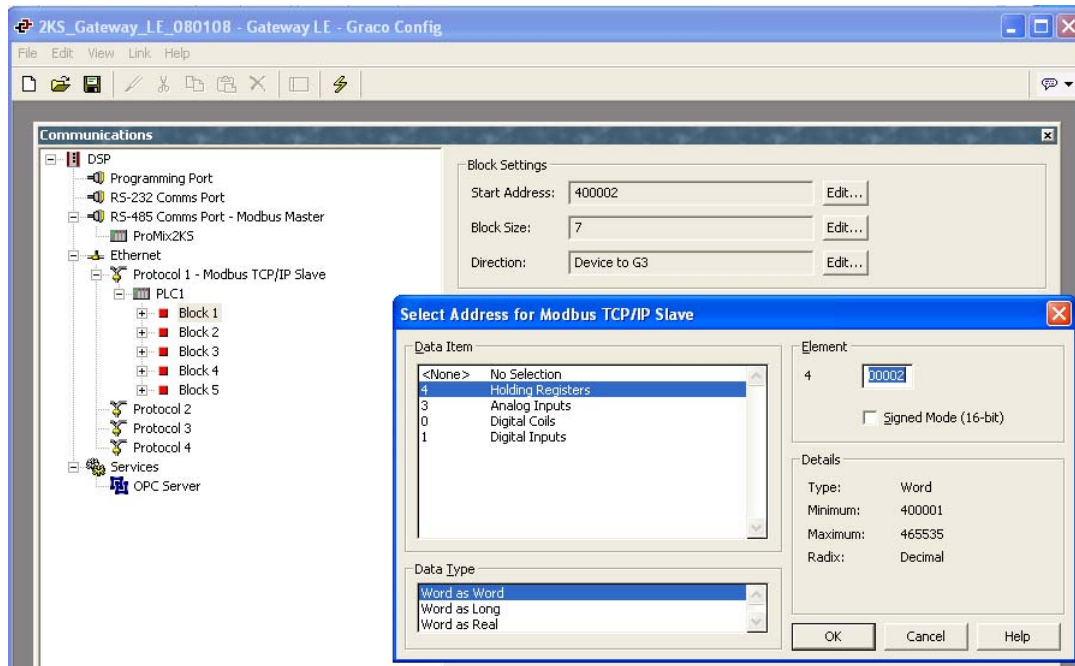

Рис. 23: Структурирование блоков Gateway
1. См. Рис. 23. Выберите блок, данные которого необходимо структурировать. Нажмите кнопку Edit («Правка»), расположенную рядом с полем Start Address («Начальный адрес») в правой части окна. На экране появится окно Select Address («Выбор адреса»).